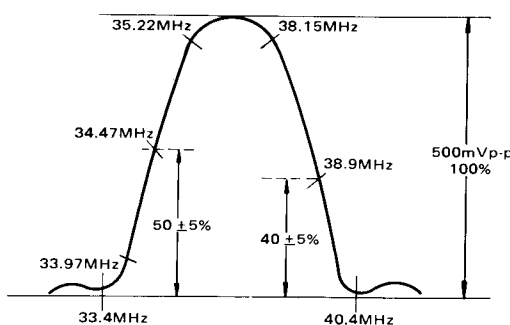

Fig. 24 Abb. 24
3. Adjust T102 and T103 for maximum around 36.7MHz. as in fig. 24.
3. T102 und T103 auf Maximum um 36.7 MHz einstellen. ( s. Abb. 24)